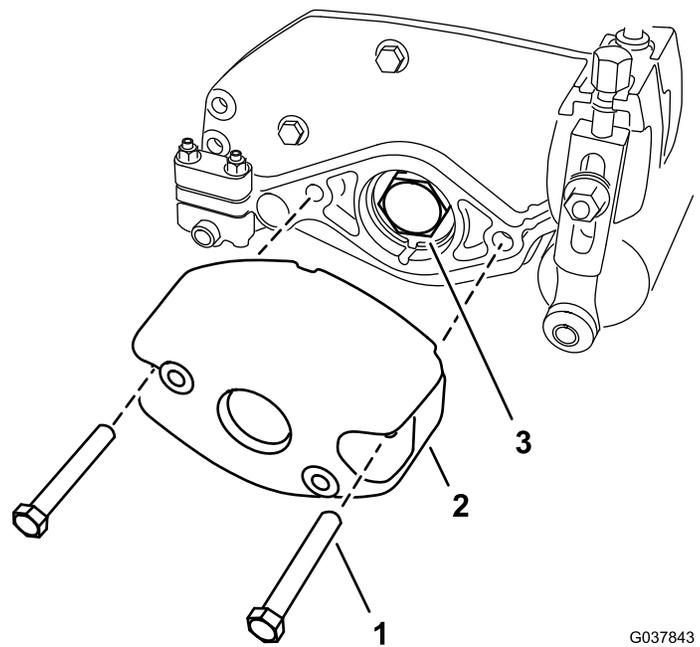

Figura 4
1. Remova os dois parafusos (5/16 pol. x 2 1/4 pol.) das duas porcas (mantidas cativas pela placa lateral) que prendem o contrapeso na placa lateral da unidade de corte. Retire o contrapeso (Figura 4).
3. Desmonte a porca do rolamento do eixo do rolo (Figura 4).